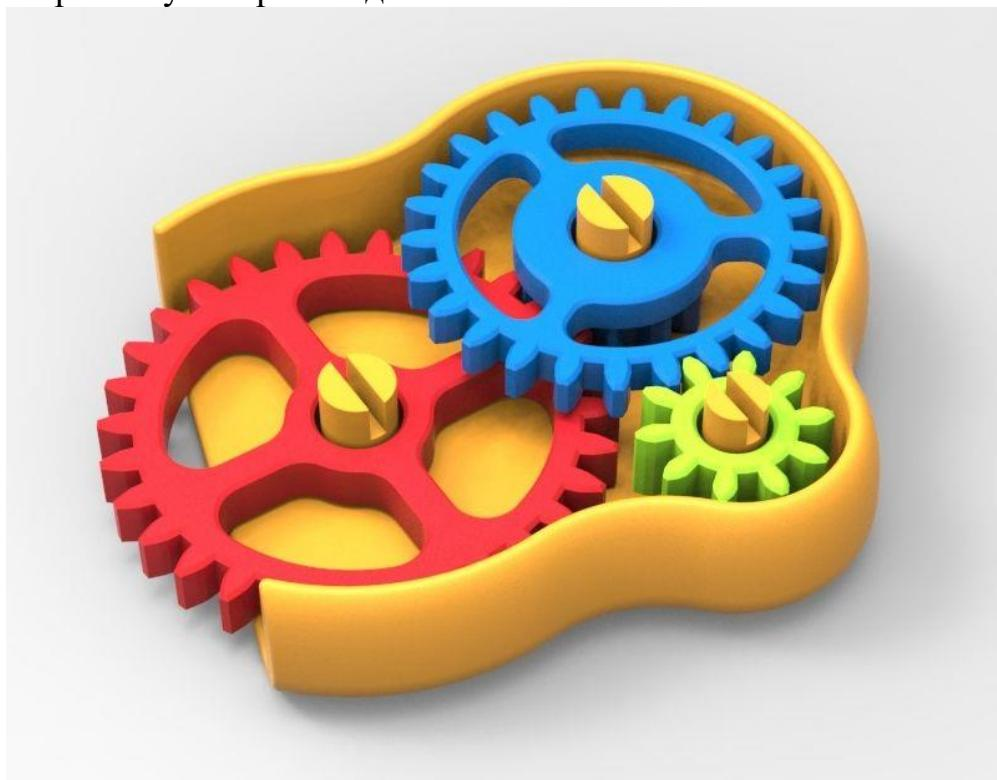

Рис. 2 Пример зубчатой передачи на основании
1. Спроектировать и изготовить макет зубчатой передаче на основании (Рис. 2).